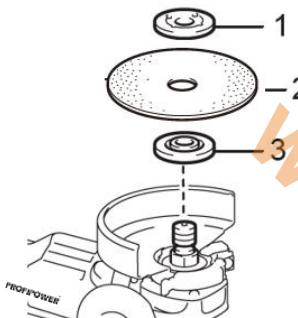

Рисунок 2.2.5. Установка оснастки.
- Снимите наружный прижимной фланец «3» (рисунок 2.2.5.).
- Установите на изделие соответствующую оснастку «1», в зависимости от вида работы (шлифование, отрезание), совместив отверстие в оснастке с выступом внутренней шайбы «2» (рисунок 2.2.5.).